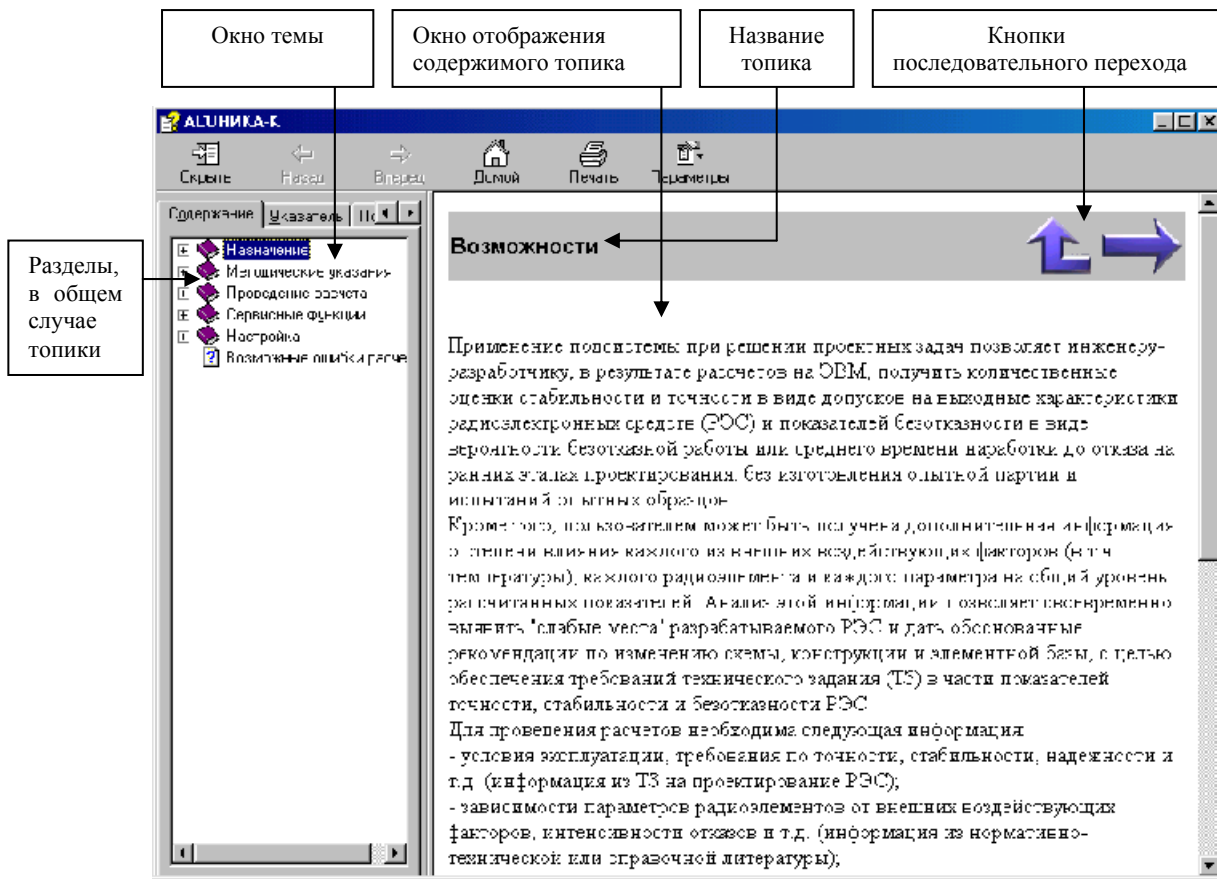

Рис. 3.59. Интерфейс пользователя Справочной системы
- В появившемся окне (см. рис. 3.59) в окне «Окно темы» выберите интересующий Вас раздел (топик).
На рис. 3.59 показаны основные элементы Интерфейса пользователя Справочной системы: